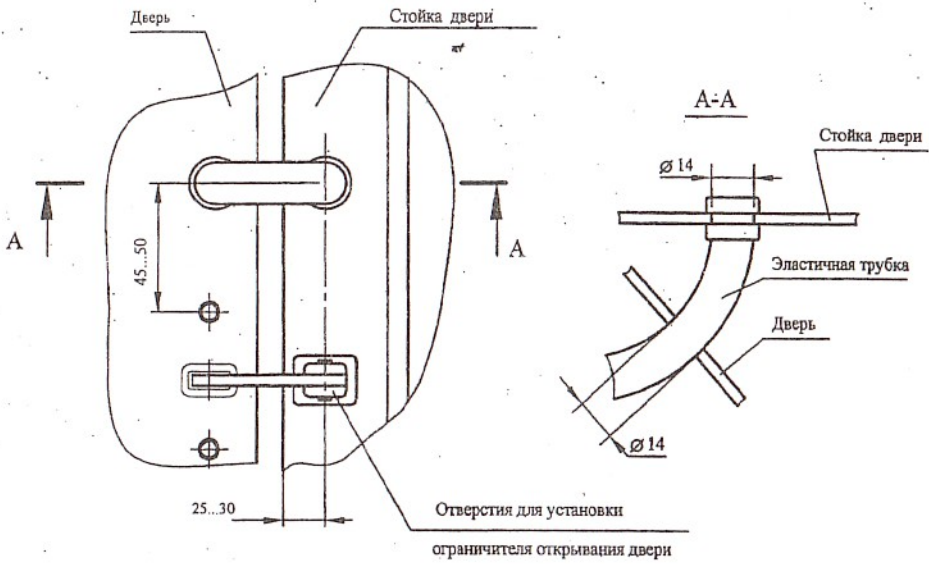

Рис.2
- 6.8 В случае отсутствия отверстий в стойках дверей и дверях для жгута питания просверлить отверстия диаметром 14мм в соответствии с рис.2 и защитить металл в зоне отверстий нитроэмалью.